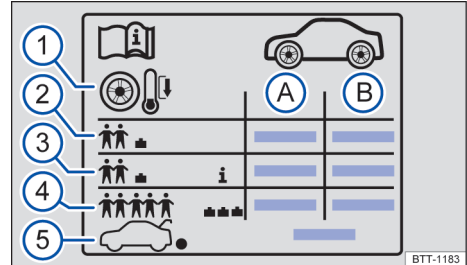

Fig. 190 Etiqueta con las presiones de los neumáticos
Indicaciones en el adhesivo de la presión de los neumáticos → fig. 190:
- Adecuar la presión de los neumáticos según la carga del vehículo → fig. 190 ③.